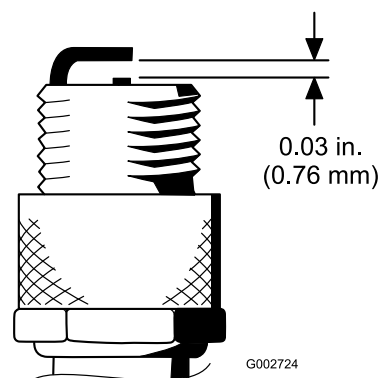

Figura 39
4. Ajuste la distancia entre los electrodos central y lateral a 0,76 mm, tal y como se muestra en la Figura 39).